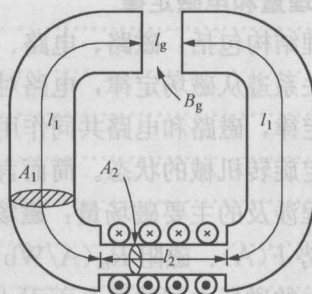

图 1-2
5. 图 1-2 中, 磁路中 l_g 、 l_1 、 l_2 各段磁场强度的大小关系是 ()。
6. 图 1-2 中, 各段磁场感应强度的大小关系是 ()。
7. 图 1-2 中, 各段磁通的大小关系是 ()。